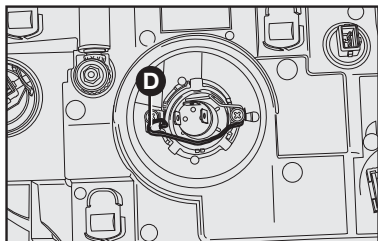

fig. 15
- 3) Empurrar para frente e depois apertar para baixo a presilha **D-fig. 15**, abrindo-a lateralmente;
- 5) Posicionar a nova lâmpada em seu alojamento, reenganchar a presilha de fixação **D-fig. 15**;